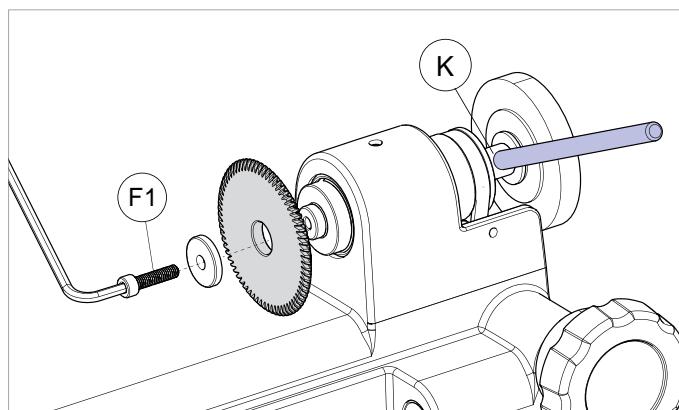

Fig. 30
- 2) Introduzca la barra de sujeción (en dotación), en el lugar a propósito (K) del árbol fresa (Fig. 30).